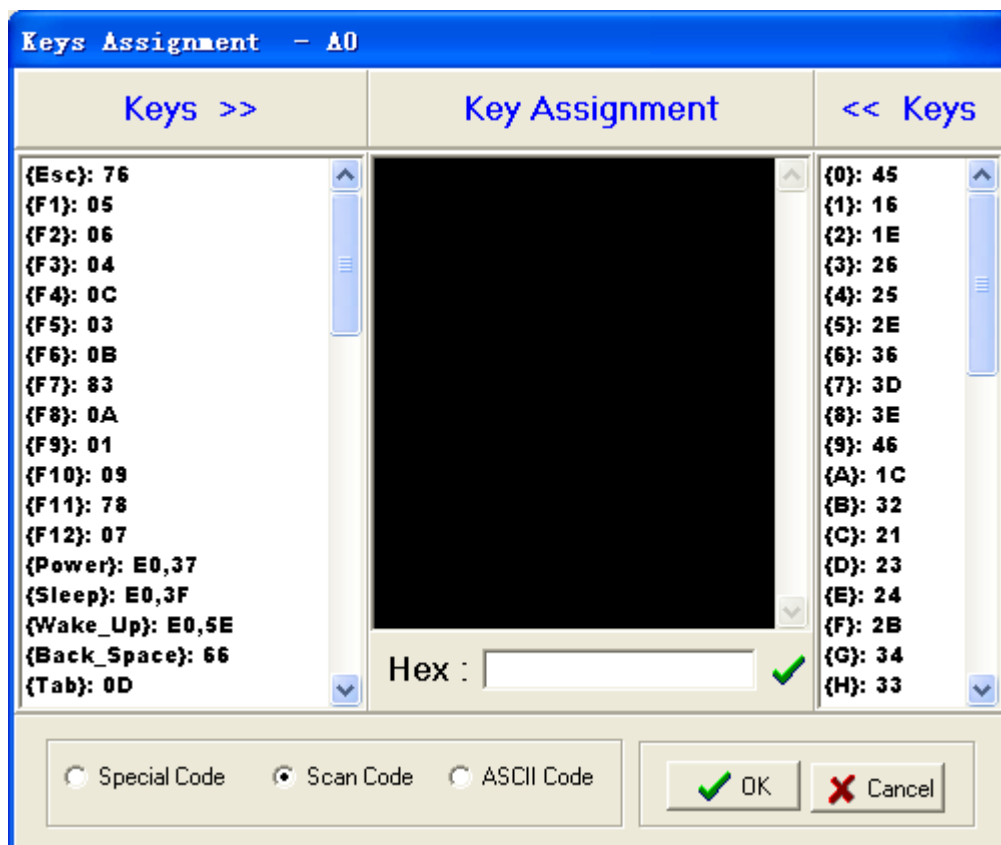
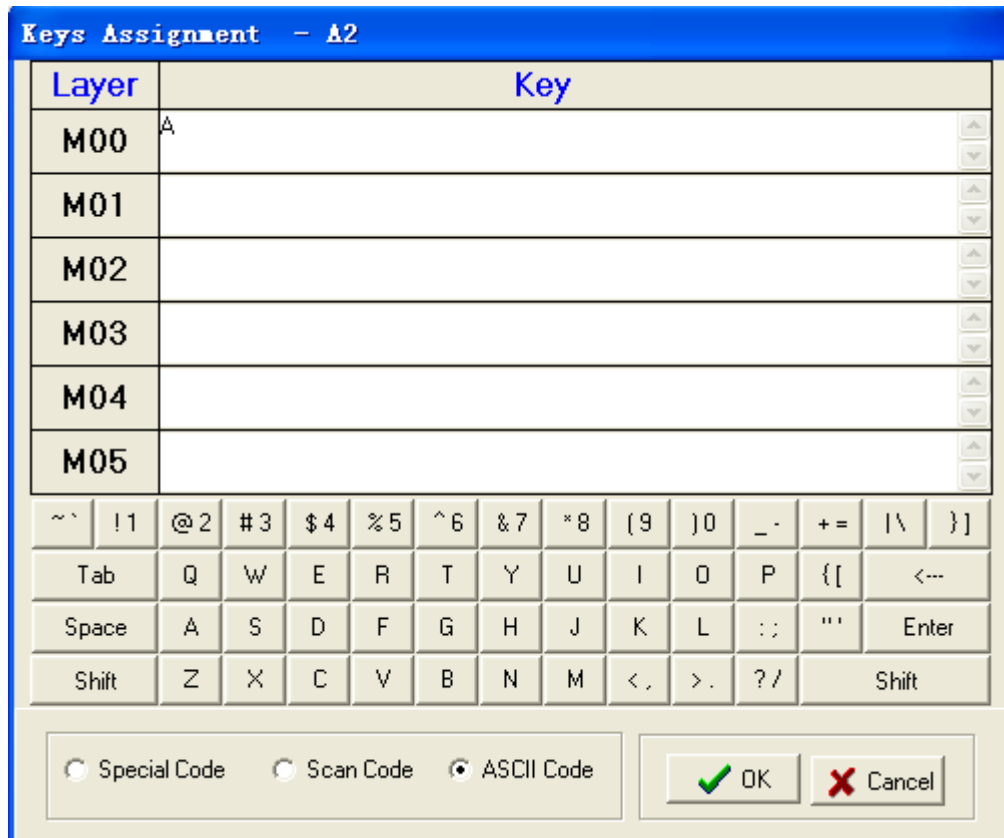
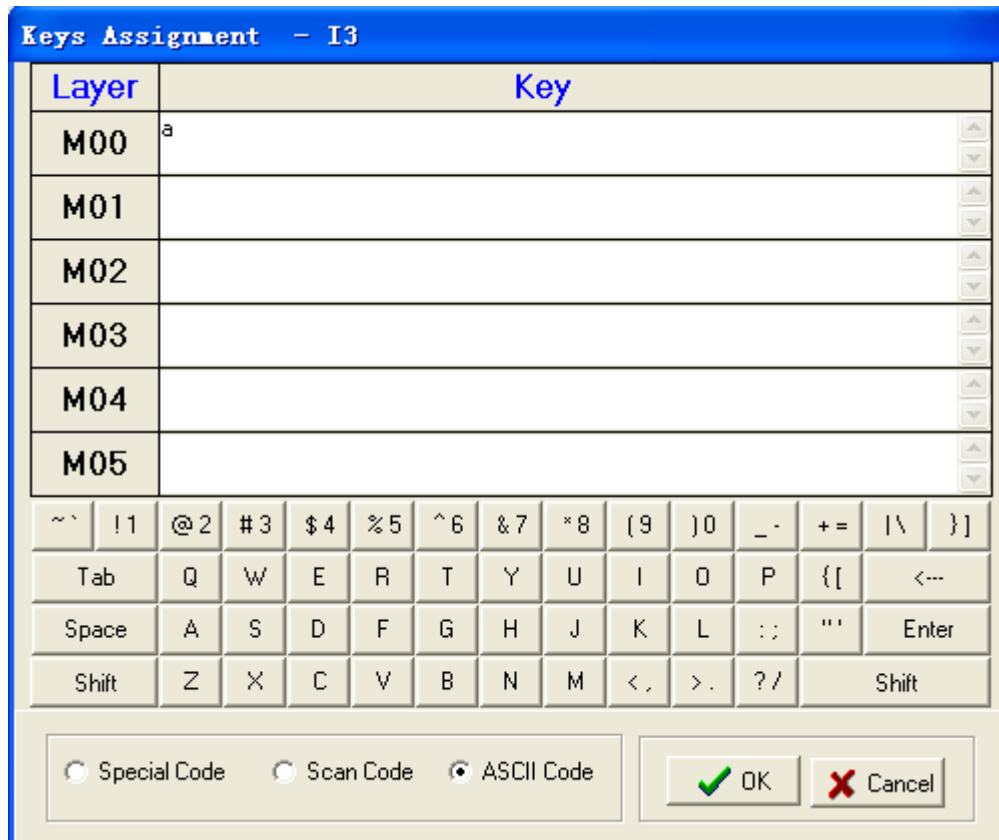

图 1
图 10
图 11
2.3.2 在编程图形主界面中,你将看到程序界面上的键位排列与你使用的 POS 键盘一一对应,当我们把鼠标移动到相应的按键上,将在状态栏上显示按键上已定义的数据,如果尚未定义,将无显示,这时,我们可以在相应的键位码上单击鼠标左键,将出现如图 1 的界面。
3.2.3 将鼠标移动到键位为 A0 的位置按下鼠标左键，此时将弹出键码定义对话框如图 1 所示，用鼠标在左边的 Keys 列表框中找到“{F1}”并按下鼠标左键，此时，位于对话框中部 Key Assignment 列表框将显示“{F1}”内容，按下对话框的[OK]按钮关闭对话框，此时表示位置为 A0 的键已被定义为 F1 键。按相同方法可定义 **F2** 到 **F10** 以及 **Delete**、**Insert**、**↑**、**↓**、**Esc**、**Enter**、**←**、**→**、**Back Space**、**Space**、**Home**、**End**、**PgUp**、**PgDn** 键。
3.2.4 将鼠标移动到键位为 A2 的位置按下鼠标左键，此时将弹出键码定义对话框如图 1 所示，用鼠标选中位于对话框下面的 ASCII Code 单选框，将出现如图 10 的对话框，同时按下键盘的 Shift 键和 A 键，Key 列表框将有“A”字符出现，按下对话框的[OK]按钮关闭对话框，此时表示位置为 A2 的键已被定义为 A 键。按相同方法可定义 B、C、E、F、G、I、J、K、M、N、O、Q、R、S、<、>、?、:、+、_ 键。
3.2.5 将鼠标移动到键位为 I3 的位置按下鼠标左键，此时将弹出键码定义对话框如图 1 所示，用鼠标选中位于对话框下面的 ASCII Code 单选框，将出现如图 11 的对话框，然后按下键盘 A 键，Key 列表框将有“a”字符出现，按下对话框的[OK]按钮关闭对话框，此时表示位置为 I3 的键已被定义为 a 键。按相同方法可定义余下各键。